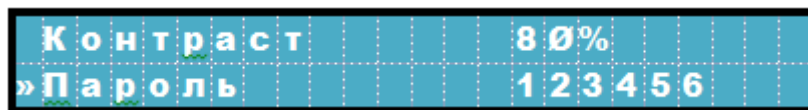

Рис. 51. Вид на дисплее функции «Пароль»
Функция изменения пароля ВПУ-A24/700(O) становится доступна после входа в меню списка функций и выбора в нем функции «Пароль» нажатием клавиш  («вниз») и  («ввод») (см. рисунок 51).